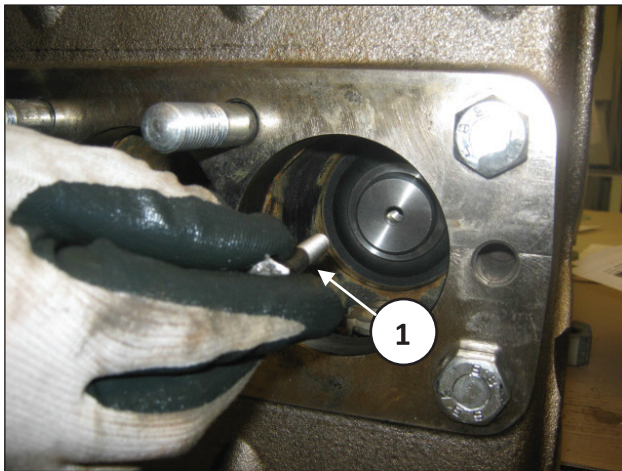

Abb. 130
Lösen Sie die Befestigungsschraube M8 der Kolbengruppe samt der Dichtungsbuchse (Pos. ①, Abb. 130).